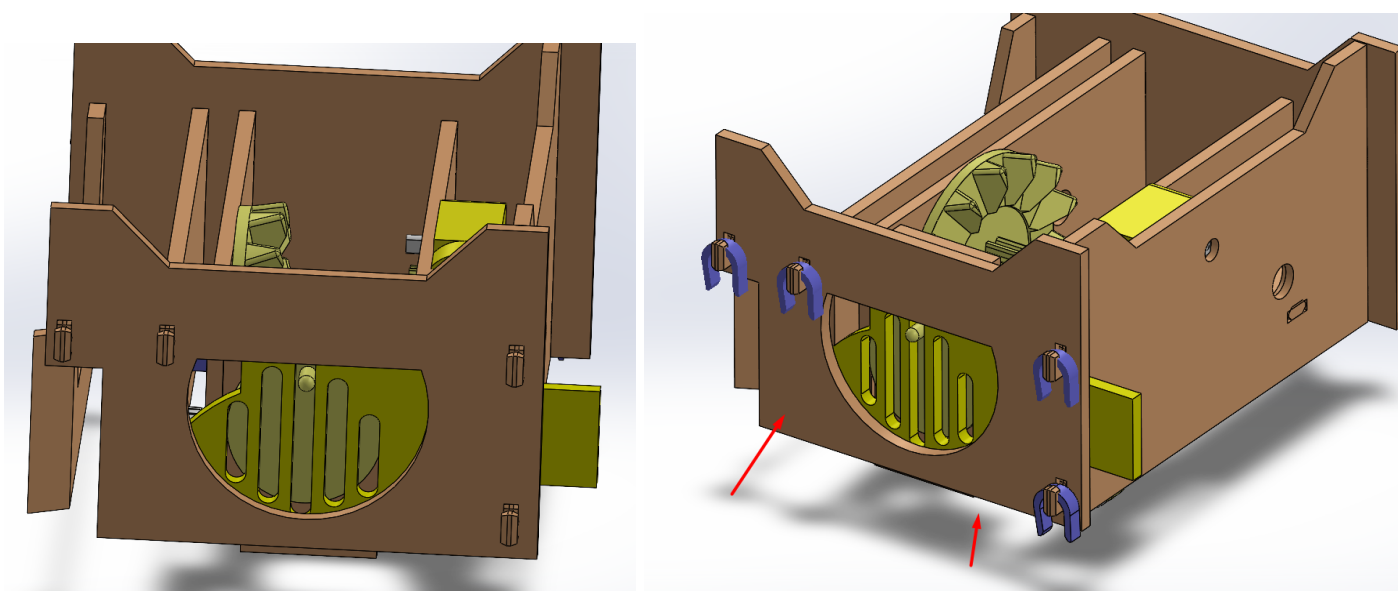

FIGURE 14
**ÉTAPE 11:** Dans cette étape, nous devons recouvrir l'avant du robot avec le mur avant numéroté 10. Les broches passent à travers ses trous comme on peut le voir dans la figure 14. Nous prenons ensuite les broches violettes fines pour le fixer en place.